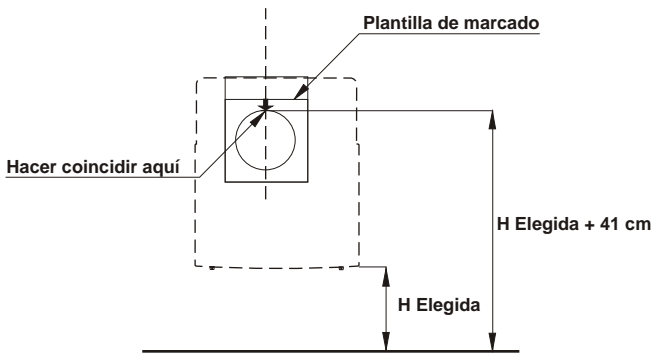

Fig. 6
- Apoye sobre la pared la **Plantilla de Marcado** provista (Fig. 6), haciendo coincidir la parte superior del círculo troquelado en la plantilla con la marca de la altura trazada en el paso anterior.